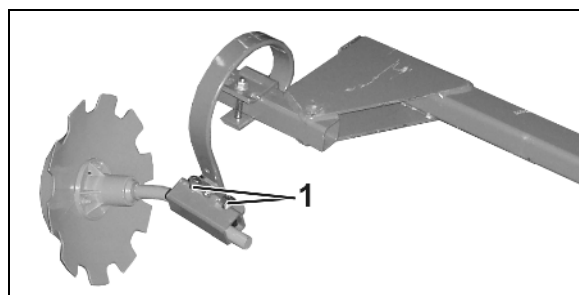

Bild 99
1. Lossa båda skruvarna (Bild 99/1)
3. Dra åt skruvarna (Bild 99/1).